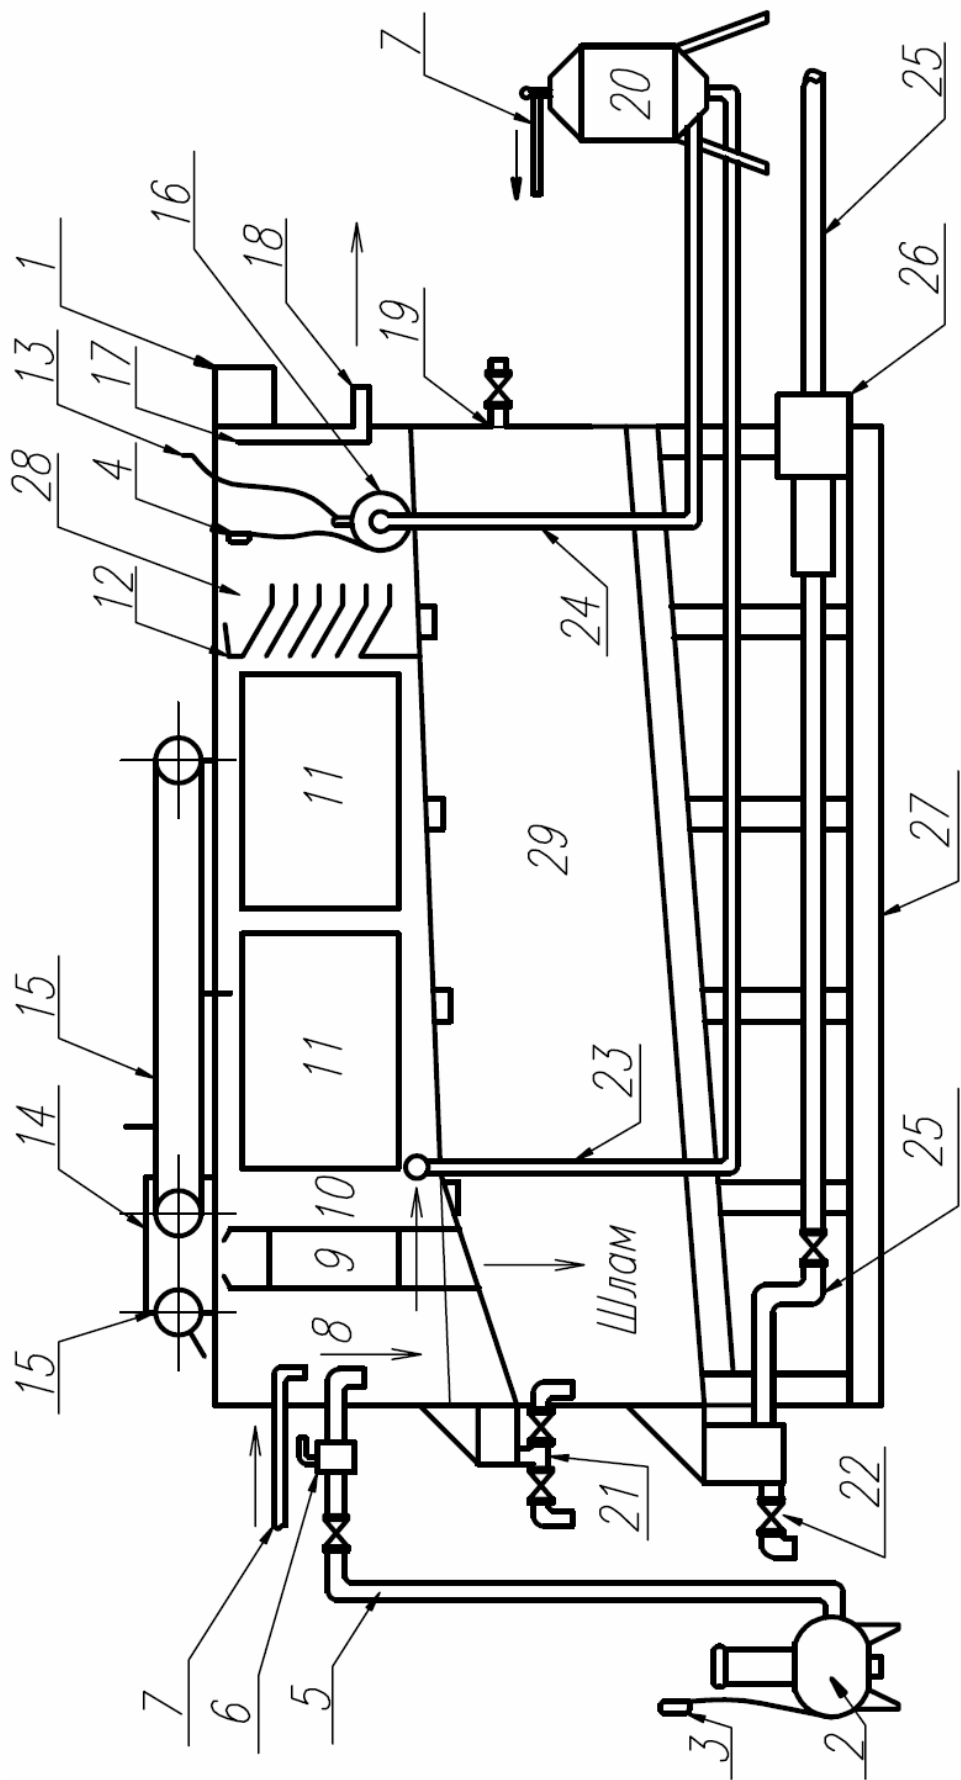

Рисунок 1. Флотатор ФЛГ – 6М с накопительной емкостью.
4. Устройство и принцип работы флотатора (см. Рисунок 1)
- 5.5. Подключение насосного агрегата через пульт управления (1) к сети ~380В должно осуществляться согласно требованиям технической эксплуатации электроустановок потребителем.
6. Подготовка к работе и порядок работы (см. Рисунок 1)